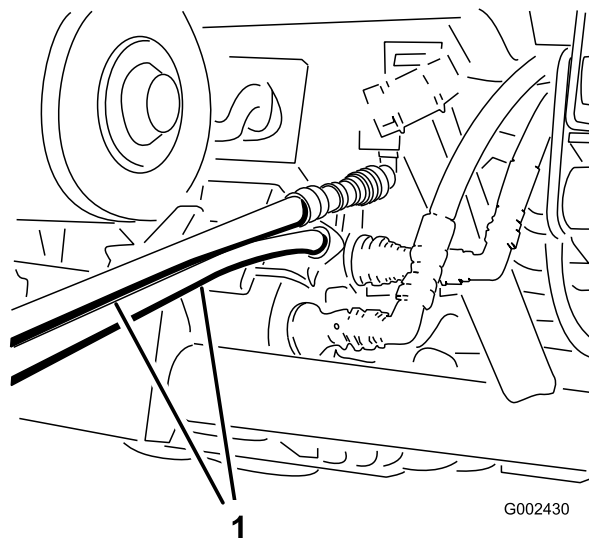

Рисунок 82
4. На другом автомобиле подсоедините два шланга к соединительным муфтам, находящимся в кронштейнах соединительных муфт (верхний шланг подсоедините к верхней соединительной муфте, а нижний шланг к нижней соединительной муфте) (Рисунок 82). Заглушите неиспользуемые фитинги.